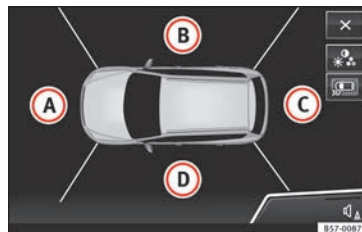

Abb. 225 Anzeige der Rundumsicht: Vogelperspektive.
Legende zu Abb. 225:
Legende zu **Abb. 225**:
Die Kombination aller Kamerabilder ergibt die Vogelperspektive **Abb. 225**. Die Vogelperspektive kann durch Drücken auf das *Fahrzeug* innerhalb des Bereiches gewählt werden.
Durch Drücken auf die verschiedenen Bereiche **Abb. 225** (A) bis (D) der Vogelperspektive oder der reduzierten Vogelperspektive kann die entsprechende Ansicht gewählt werden.
Am Bildschirm des Infotainment-Systems wird die Vogelperspektive dargestellt » Abb. 225. Wenn die Taste  bei einer Fahrgeschwindigkeit über 15 km/h (9 mph) gedrückt wird, wird kein Bild angezeigt.